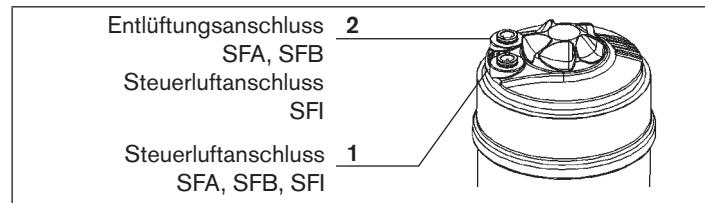

Bild 6: Anschlüsse
- Steuermedium an Steuerluftanschluss **1** und **2** des Antriebs anschließen (siehe „Bild 6“)